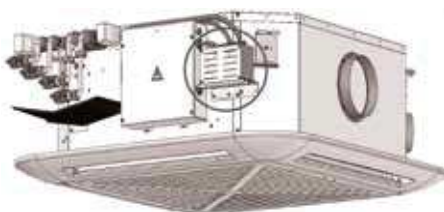

Fig. 32-ESTUCS900
1. Dèbrancher les bornes électriques des ses logements sur l'Inverter (Fig.32);